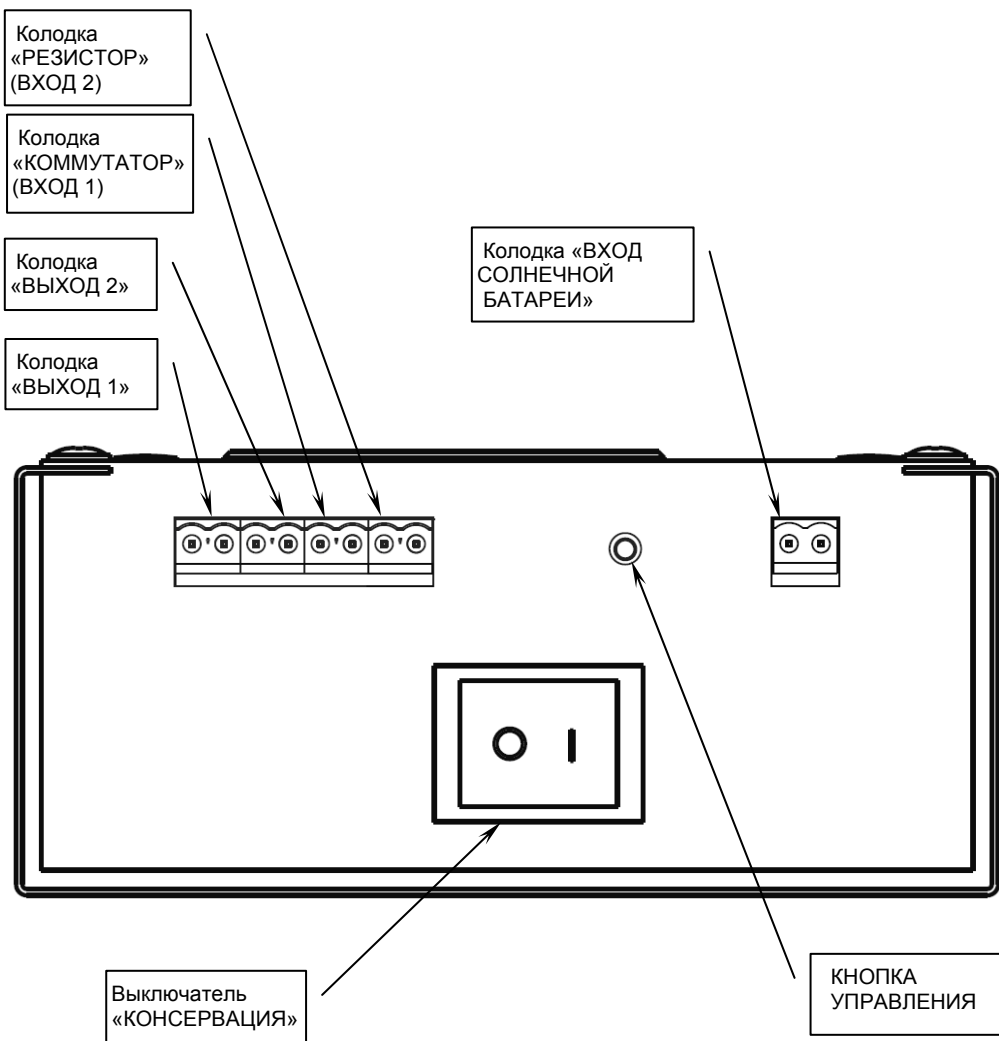

Рисунок 2 – Вид источника со стороны подключения
Источник имеет (см. рисунок 2) пять разъемных колодок для подключения входных и выходных проводных соединений, каждая колодка состоит из двух частей: блочной (установлена в источнике) и съемной (входит в комплект поставки).
- подсоединить к клеммам съемной части колодки «ВХОД СОЛНЕЧНОЙ БАТАРЕИ» провода для подключения солнечной батареи в соответствии с указанной полярностью и маркировкой (см. рисунок 2);
- подсоединить к клеммам съемной части колодки «ВЫХОД 2» провода нагрузки в соответствии с указанной полярностью и маркировкой (см. рисунок 2);
- подсоединить к клеммам съемной части колодки «ВЫХОД 1» провода для подключения светильника в соответствии с указанной полярностью и маркировкой (см. рисунок 2);
- подключить времязадающий резистор (см. таблицу 2) к съемной части колодки «РЕЗИСТОР» (см. рисунок 2)